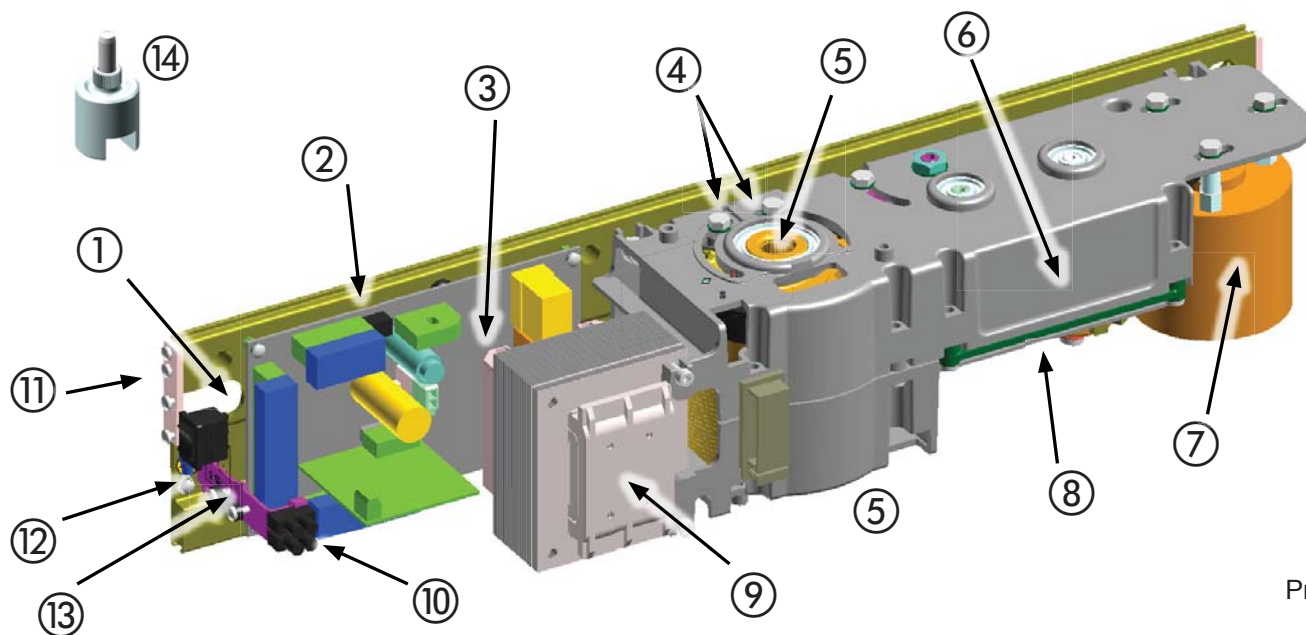

Рис.1
2) Установите скобы крепления (рис.1 поз. 11) и затяните фиксирующие винты. Вставьте винты крепления корпуса и не затягивайте их полностью.